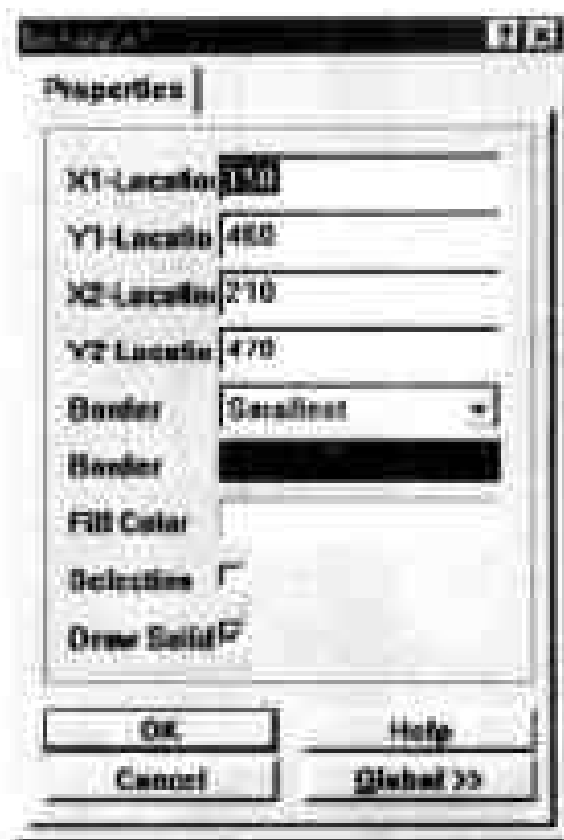
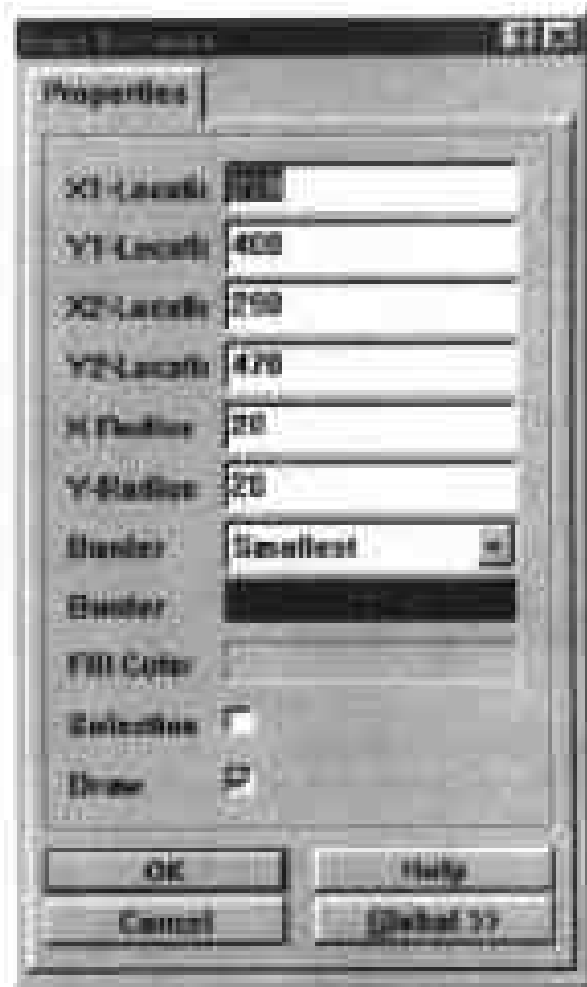

图 3-19 设置矩形的属性
图 3-21 设置圆角矩形属性的对话框
(3) 如果用户对所绘制的矩形不满意,可以在图纸中双击矩形,弹出如图 3-19 所示的对话框。
当用户在 Drawing Tools 工具栏中选择矩形工具时,按 Tab 键,则弹出如图 3-19 所示的对话框,在其中设置矩形的各个属性,然后在图纸中单击两次,确定矩形的两个顶点,即可完成绘制矩形的操作。这是绘制矩形的另一种方法。
设置圆角矩形属性的对话框如图 3-21 所示,其中多了 X-Radius 和 Y-Radius 两个选项,用来设置矩形圆角的半径。这两个选项的值可以相同,也可以不同,用户可以根据需要来设置。对话框中的其他选项与图 3-19 所示的对话框中的选项功能相似,这里就不赘述了。